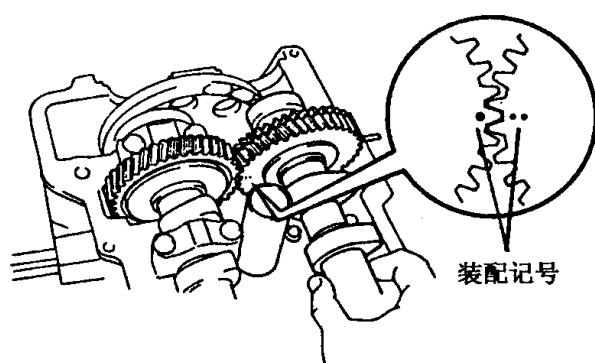

图1-1-13 齿轮装配记号
⑤把排气凸轮轴放到缸盖上,按图1-1-13所示对齐装配记号,使两凸轮轴齿轮啮合。